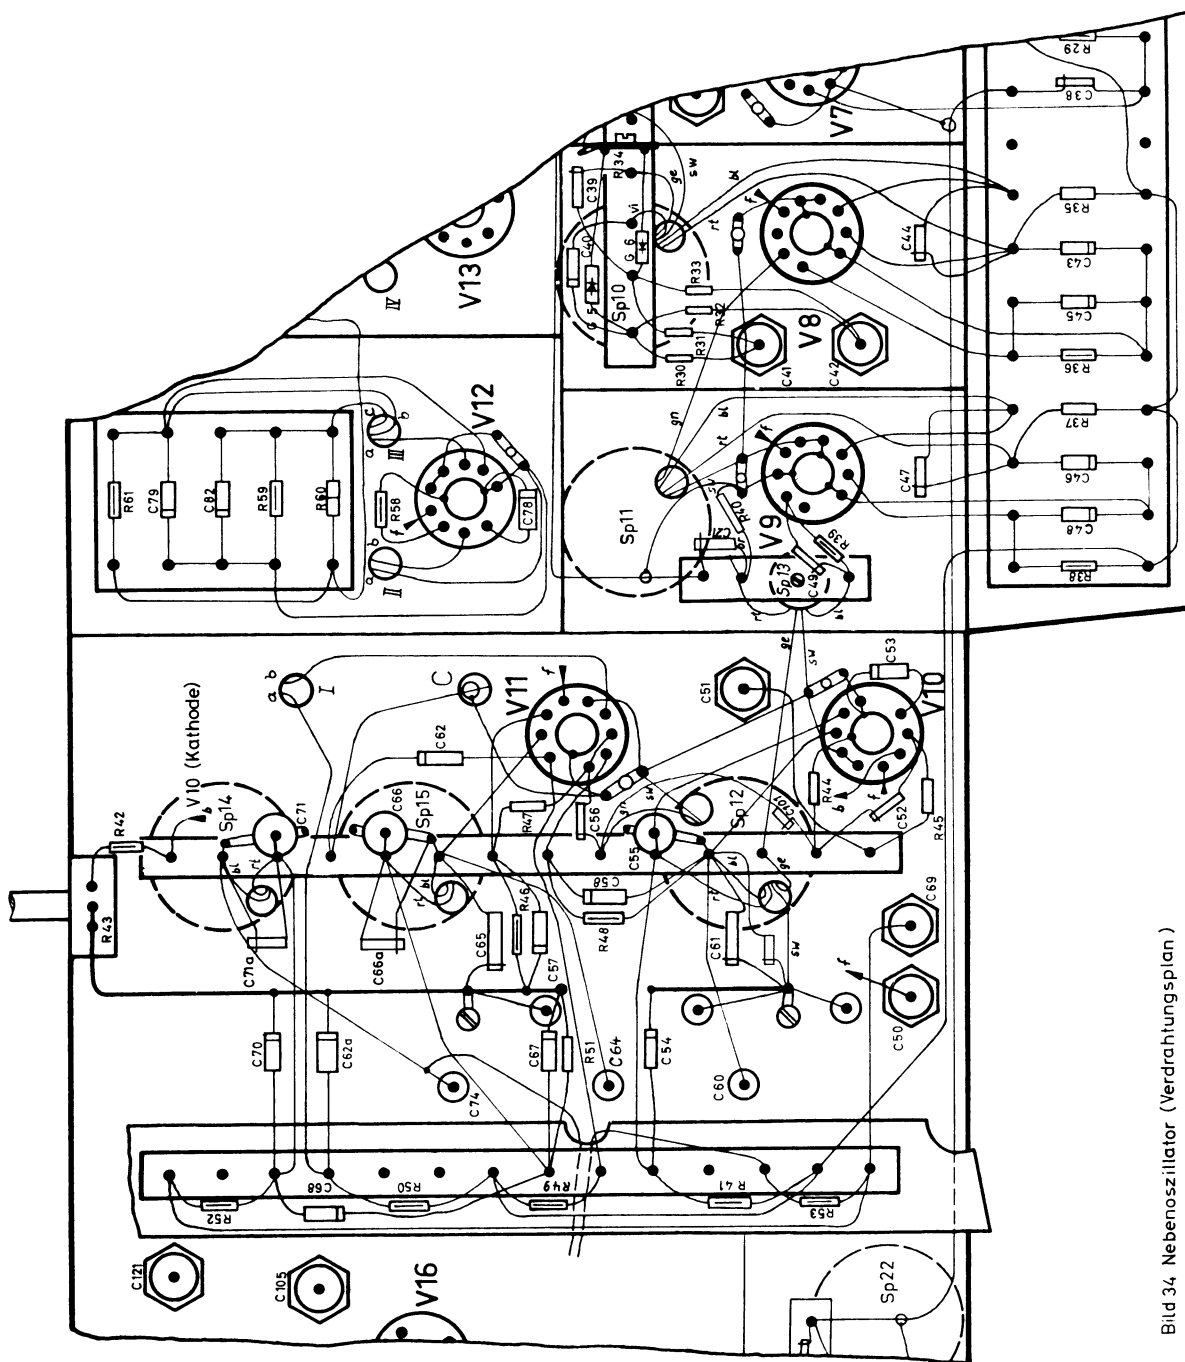

Bild 34 Nebenzosillator (Verdrahtungsplan)
(Bild 34) Man lege eine Drahtbrücke vom grünen Ende der Spule Sp 9 zum blauen Ende der Spule Sp 13 (die Frequenz 5 MHz kommt dadurch am Steuergitter der Röhre V 9 zu liegen). Das Röhrenvoltmeter ist an das grüne Ende der Spule Sp 11 anzuschließen. Der Kern der Spule Sp 11 wird auf maximalen Ausschlag bei 5 MHz eingeregelt.
(Bild 34) Das Röhrenvoltmeter wird an das gelbe Ende der Spule Sp 10 gelegt. Der Kern der Spule Sp 10 wird auf maximalen Ausschlag bei 5 MHz eingeregelt. Außerdem stimme man Spule Sp 11 noch einmal nach. Die Drahtverbindung zwischen Sp 9 und Sp 13 darf wieder entfernt werden.
- Sp 12, C 55 (Bild 32) (Bild 34) Der Meßartenschalter befindet sich in Stellung „Messen“. Die Taste (Drucktastenschalter S 5) „Test Eichungskontrolle“ des Nebenoszillators (neben der 10-kHz-Skala) wird gedrückt. In Stellung 300 kHz erscheint nun ein Synchronisationsausschlag am Instrument (J 1). Man kontrolliere alle 20-kHz-Rastpunkte und stelle bei eventuellen Abweichungen von der Skaleneichung in der Skalenstellung 0 kHz (rechte Grenze der Skaleneichung) mit dem Kern der Spule 12 und in Skalenstellung 1 MHz (linke Grenze der Skaleneichung) mit dem Trimmer C 55 nach. Es empfiehlt sich, diesen Abgleich wechselweise mehrmals zu wiederholen.